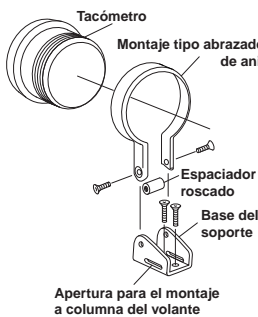

Figura 1
3. Usando el espaciador y los tornillos suministrados, asegurar el tacómetro y la abrazadera al soporte como se ilustra en la FIGURA 1.